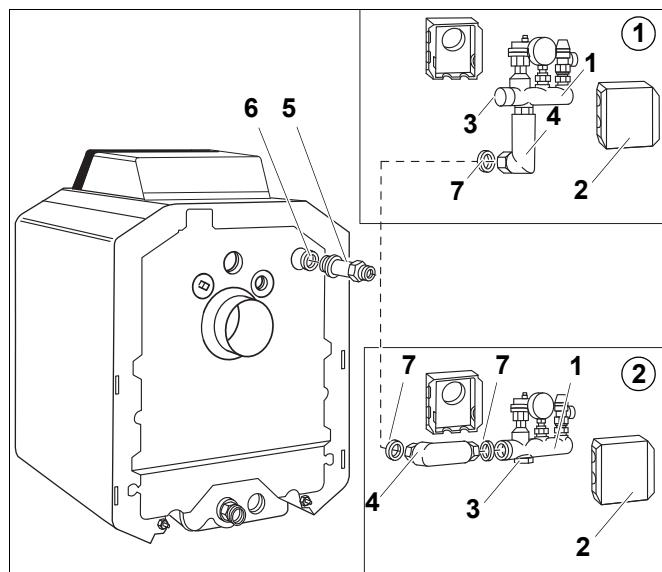

Рис. 1 Комплект безопасности для котла G125
1. Вверх сбоку от котла (пример ①; Рис. 1).
2. Сбоку от котла (пример ②; Рис. 1).
3. Вверх за котлом (как пример 1, но коллектор со штуцерами (Рис. 1, [1]) повернут на 180°, без рис.).
- Вверните двойной ниппель G1 x G1 (Рис. 1, [5]) с уплотнительным кольцом в отверстие предохранительной подающей линии котла.
- В зависимости от варианта монтажа комплекта безопасности наверните заглушку (Рис. 1, [3]) на нижний или боковой штуцер коллектора.
- Вложите уплотнение в резьбовое соединение (Рис. 1, [4]) и соедините уголок с коллектором.
- Вырежьте теплоизоляционные элементы (Рис. 1, [2]) в соответствии с подключениями, например, для слива от предохранительного клапана. Вставьте теплоизоляционные элементы вверху один в другой и затем сожмите их внизу.